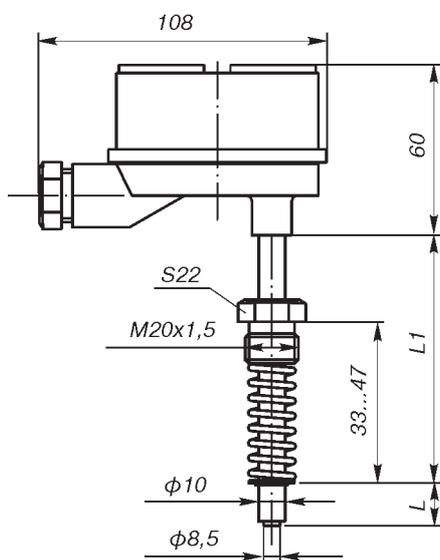

Рис.5.
**Материал головки (рис.5):** пластик АБС.
## Ряд монтажных длин для преобразователей термоэлектрических по рис. 5